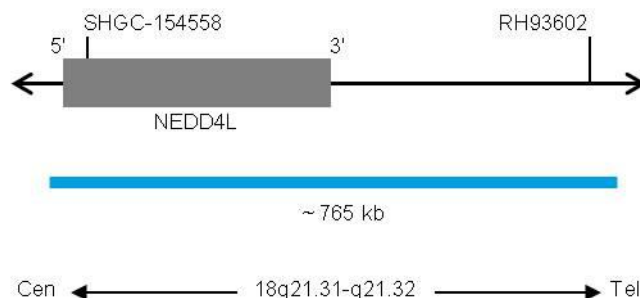

Fig. 1 : Carte de la sonde SPEC 18 (pas à l'échelle)
- Polynucléotides marqués au ZyBlue (excitation 418 nm/émission 467 nm) (~37 ng/μl), qui ciblent une séquence de 18q21.31-q21.32\* (chr18:55,690,725-56,455,119) (voir figure 1).